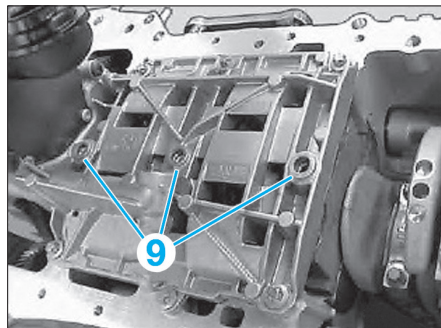

Fig. 32
- Dévisser toutes les entretoises (9) dans le sens antihoraire (Fig.32).